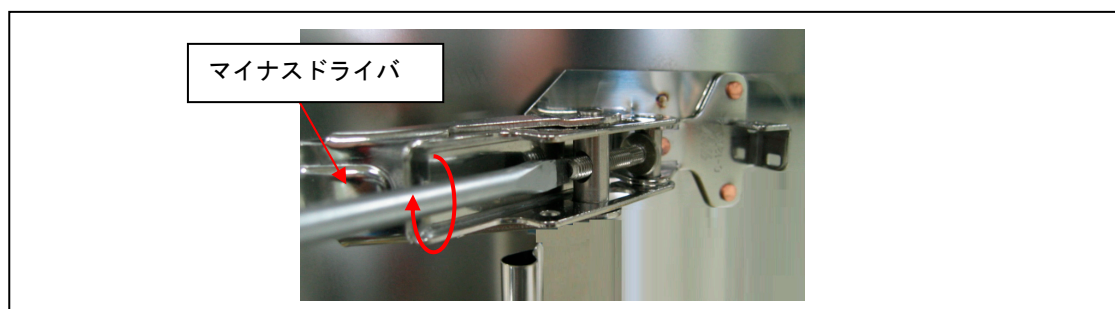
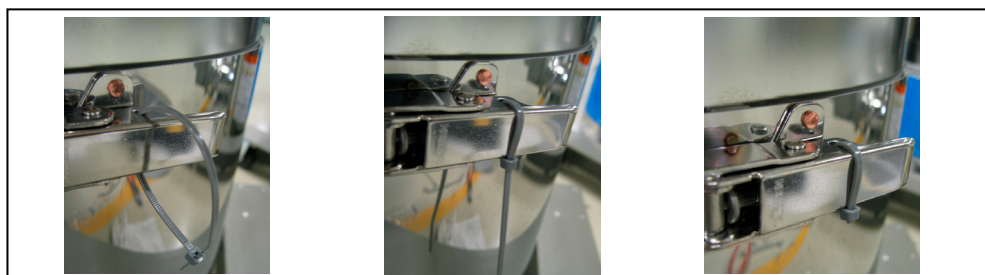

図 8 取付金具の調整方法
図 9 取付金具のレバー固定方法
- (3) ヒータが自重で落ちない程度にアジャストボルト固定用のM5六角ナットを締め、更に、図8のように取付金具のレバー内部のM5ネジを締め込むことで、ヒータをポンプケースにフィットさせてください。その後、図9を参照してφ4穴に結束バンドを通し、取付金具のレバーが起き上がらないように確実に締めて、動かないように固定してください。結束バンドの余った分はニッパー等でカットしてください。